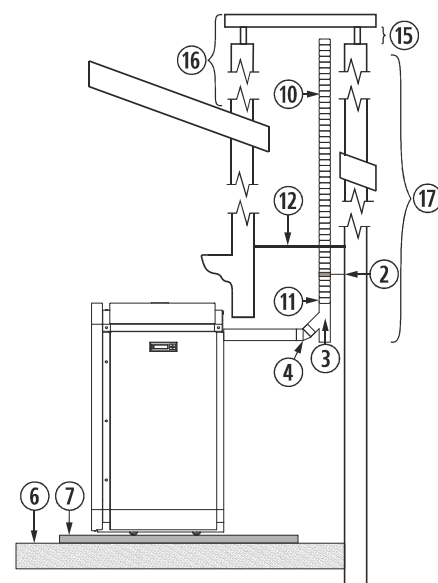

Figura 6
**4.26.** La instalación de un encastrable en una chimenea de obra se puede realizar en toda su totalidad en tubo flexible, tal y como indica la *figura 6*. Debemos tener especial cuidado a la hora de realizar el aislamiento entre la chimenea y el tubo de la salida de gases, para evitar posibles retrocesos de gases en caso de tormenta.
②	Abrazadera de sujeción de acero inoxidable.
③	Te de 135° con registro.
④	Codo de 45°.
⑥	Suelo de madera.
⑦	Protector del suelo no combustible.
⑩	Tubo flexible de acero inoxidable.
⑪	Manguito unión rígido a flexible.
⑫	Aislante anti retroceso.
⑮	Mínimo 200mm.
⑯	Debe sobrepasar 1 metro el tejado.